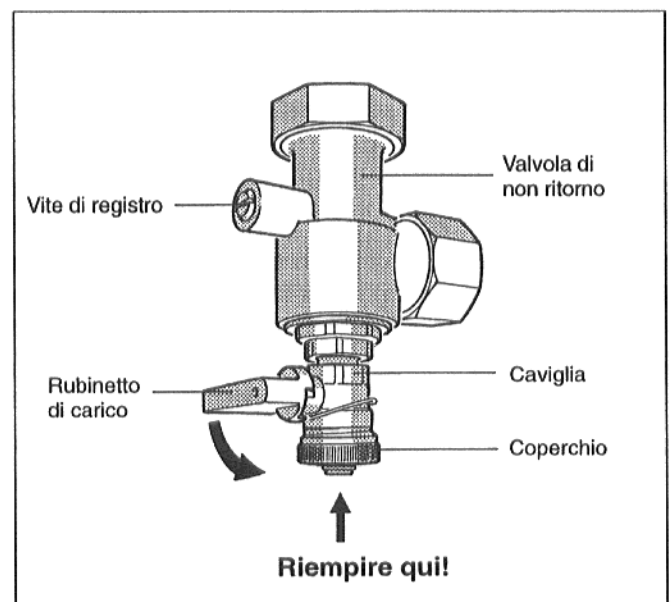

Fig. 11 Valvola di non ritorno con rubinetto di carico
- Portare in posizione verticale (sempre aperta) l'intaglio della vite di registro della valvola di non ritorno (Fig. 11).
- Svitare il coperchio del rubinetto di carico, avvitare il tubo di carico e portare in posizione verticale (apertura) la caviglia del rubinetto di carico (Fig. 11).
- Riempire lentamente l'impianto per **circa 1/2 minuto attraverso** il rubinetto di carico (Fig. 11).
- **Portare in posizione orizzontale (stato di esercizio) l'intaglio della vite di registro della valvola di non ritorno (Fig. 11).**
- Continuare a riempire l'impianto attraverso il rubinetto di carico (Fig. 11).